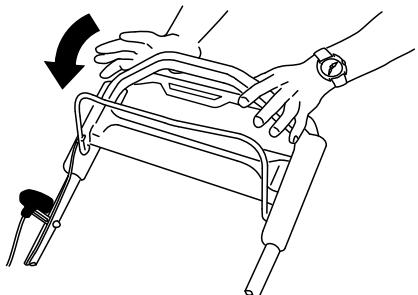

Figura 19
Suelte la barra de control de las cuchillas (Figura 19).
- Si el tapón de descarga trasero no está instalado, sujetelo por el asa, eleve la puerta trasera e introduzcalo en el conducto de descarga trasera hasta que el enganche encaje en su sitio; consulte Figura 19.